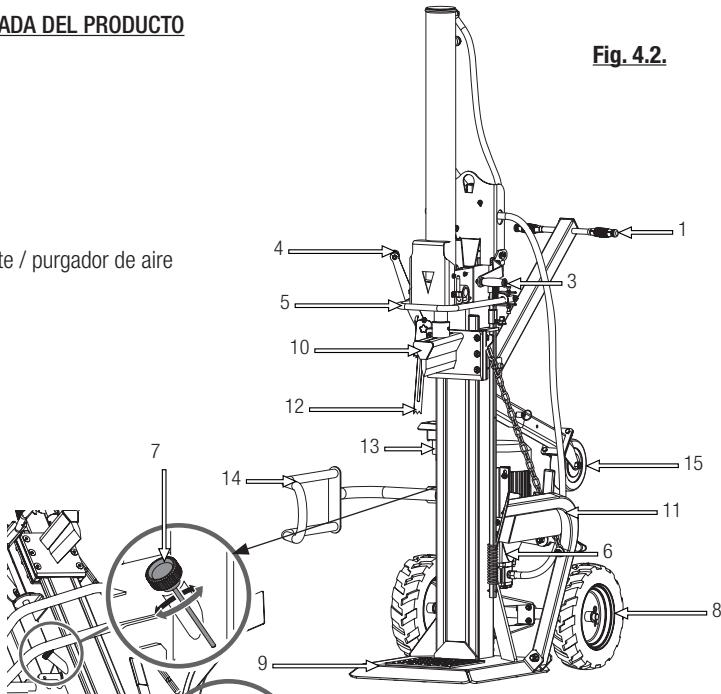

Fig. 4.2.
- Baje las palancas de corte (Fig 4.2.-3) y de presión (Fig 4.2.-4) para subir el cilindro hidráulico al máximo (1).
- Inserte los pasadores en L (2) para asegurar el cilindro hidráulico. Bloquee los pasadores en L en las pestañas habilitadas para ello (3 y 4)
- Suelte ambas palancas (Fig 4.2.-3) y (Fig 4.2.-4), accione la palanca de retroceso (Fig 4.2.-5) para subir la cuchilla . Retire el soporte de transporte de la cuchilla.
3. Ponga el tronco en la mesa de trabajo y sujetelo utilizando la garra (Fig 4.2.-12). Para ello deberá bajar la palanca de presión (Fig 4.2.-4) hasta que la garra toque con el tronco. La garra se puede ajustar como muestra la figura para adaptarse a las diferentes alturas de los troncos.
4. Mientras mantiene la palanca de presión (Fig 4.2.-4) sujetando el tronco, mueva la palanca de corte (Fig 4.2.-3) hacia abajo hasta que toque con el tronco. Comience a cortar el tronco presionando la palanca de corte hasta la mitad del recorrido (velocidad lenta y mayor fuerza) y cuando el tronco se haya abierto puede cambiar a la velocidad rápida presionando la palanca al máximo para terminar de dividir el tronco más rápidamente.
Nota: Este astillador está equipado con el sistema de control "ZHB" que requiere de las dos manos para poder ser utilizado. La mano izquierda controla la palanca de presión (Fig 4.2.-4) mientras que la mano derecha controla la palanca de corte (Fig 4.2.-3).
5. Para regresar la cuchilla a la posición inicial presione la palanca de retroceso (Fig 4.2.-5)